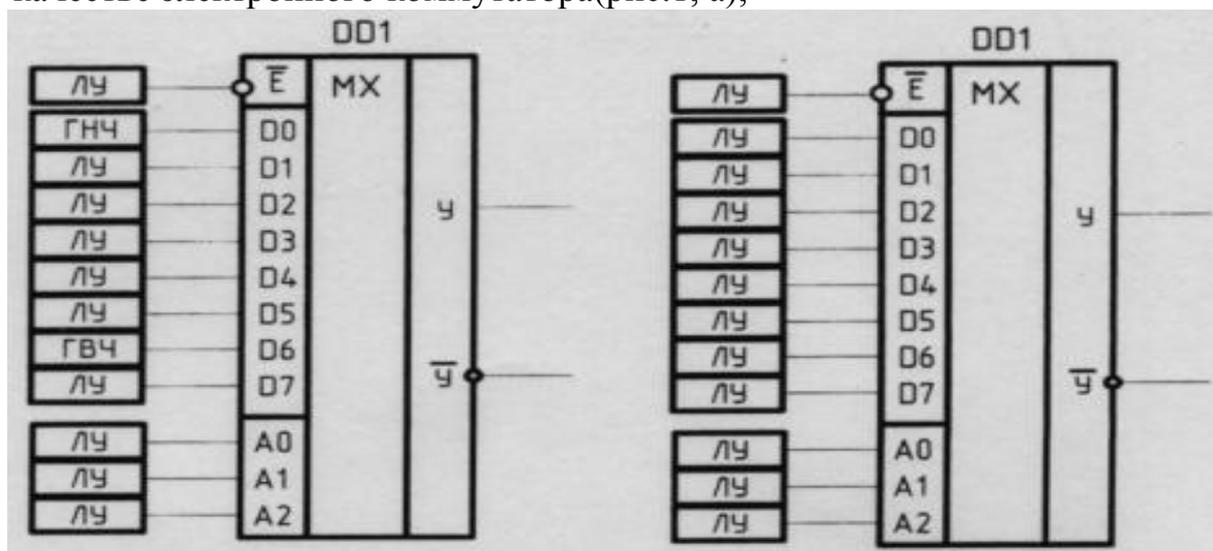

Рис. 1. Исследование применения мультиплексора К155КП7 в качестве электронного коммутатора (а)
- исследуется применение мультиплексора на 8 каналов в качестве электронного коммутатора (рис.1, а);
- исследуется применение мультиплексора в качестве универсального логического элемента (рис.1, б).
- подключите ГНЧ и ГВЧ к заданным преподавателем информационным входам, и поочередно передайте их сигналы на выход мультиплексора (рис.1, а); зарисуйте полученные временные диаграммы (осциллограммы);
- при исследовании схемы рис.1, б подайте нужные сигналы на входы мультиплексора и продемонстрируйте его работу как логического элемента, выполняющего заданную преподавателем таблицу истинности.